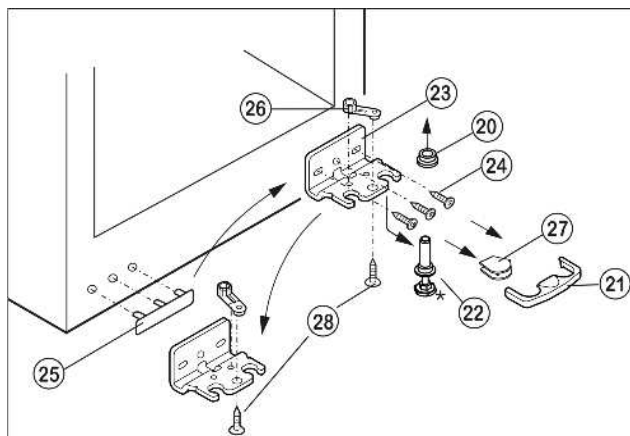

Fig. 5
- Предохранитель Fig. 5 (21) снимите движением вперед.
- Снимите крышку Fig. 5 (27).*
- Полностью вверните регулируемую опору Fig. 5 (22).
- Вытяните опорный палец Fig. 5 (22) вниз и вперед. При этом следите за гнездом шарнира Fig. 5 (20).
- Открутите опорный кронштейн Fig. 5 (23)(3 шт. Torx 25) Fig. 5 (24).
- Открутите опорную деталь Fig. 5 (26)(1 Torx 25) Fig. 5 (28) и, переставив в отверстие на противоположной стороне опорного кронштейна, снова прикрутите.
- Осторожно приподнимите и переставьте крышку Fig. 5 (25) со стороны ручки.
- Снова прикрутите опорный кронштейн Fig. 5 (23) на новой стороне шарнира (с моментом 4 Нм). При необходимости используйте аккумуляторный шурупверт.
- Установите крышку Fig. 5 (27) на противоположной стороне.*
- Предохранитель (21) нужно зафиксировать сбоку на кронштейне, чтобы опорный палец и двери были защищены от выпадения.
- Снова защелкните предохранитель (21) на опорном кронштейне.
- Наденьте гнездо шарнира Fig. 5 (20).
- Установите дверцу сверху на нижний опорный палец Fig. 5 (22).
- ▶ При необходимости выровняйте дверцы через два продольных паза в нижнем опорном кронштейне *Fig. 5 (23)* параллельно корпусу устройства. Для этого выкрутите средний винт.